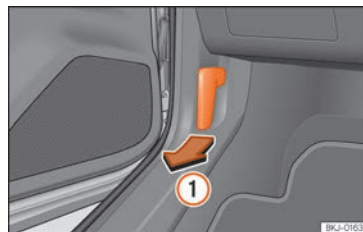

Fig. 11 Levier de déverrouillage sur le plancher, côté conducteur.
- Ouvrez la porte et tirez le levier situé sous le tableau de bord » » fig. 11 ①.